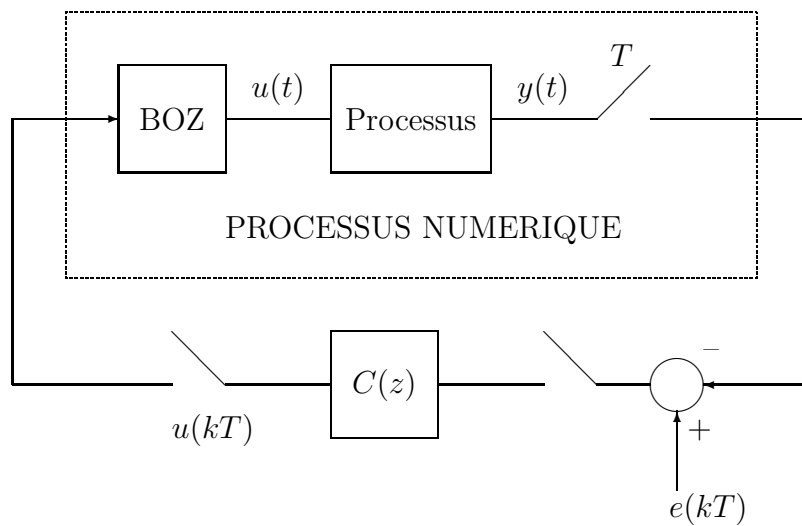

FIG. 5 – Processus continu dans une boucle numérique d’asservissement
- 3.3) Calculer la fonction de transfert en  $Z$  du **processus numérique équivalent** au processus continu  $G(p)$  muni de son BOZ et échantillonné à la période  $T$  (cf. Figure 5).